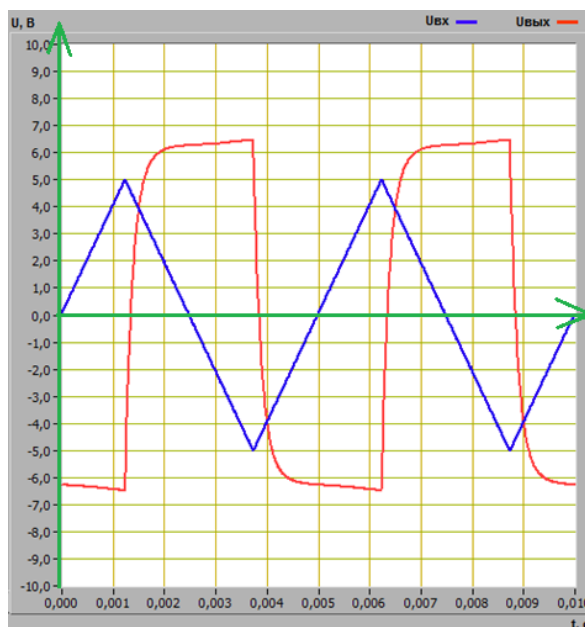

Рисунок 4.15 – График входного и выходного сигналов дифференциатора напряжения
**4.6.2** С помощью цифрового элемента управления, находящегося на передней панели ВП, установим следующий режим измерения: форма сигнала – треугольная, частота сигнала – 200 Гц, амплитуда сигнала – 5 В. Нажмем на панели ВП кнопку «Измерение». На графическом индикаторе ВП появится изображение входного и выходного сигналов дифференциатора напряжения (рисунок 4.15):